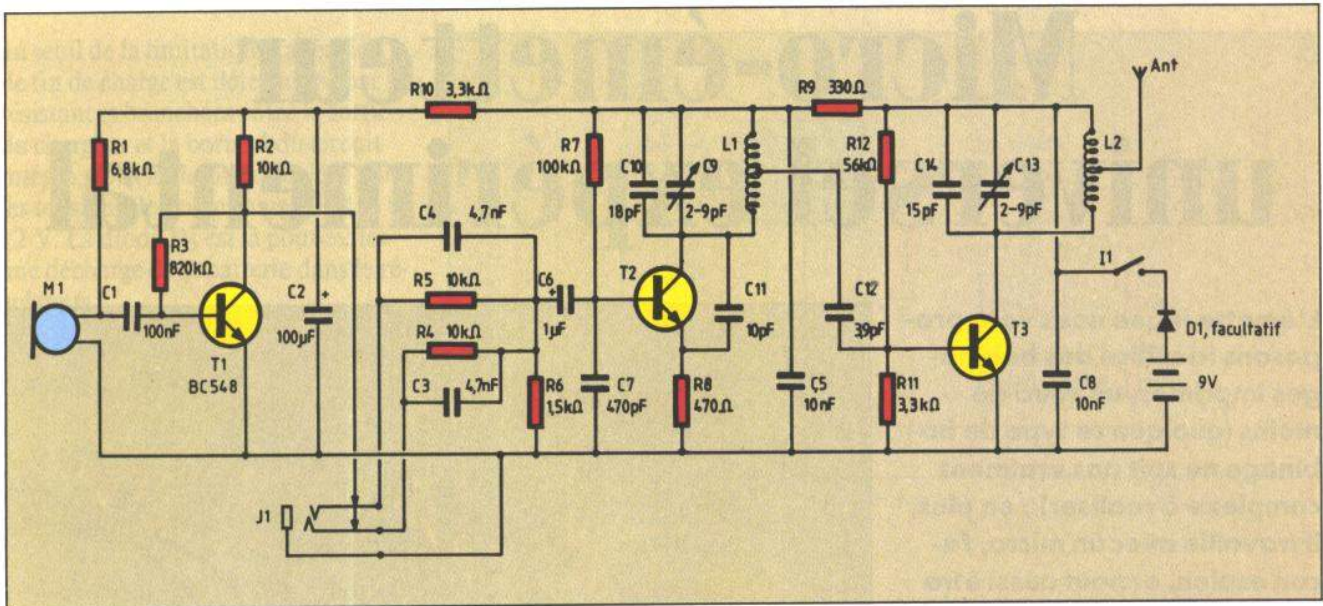

Fig. 1. - Schéma de notre montage.
■ Fig. 1. – Schéma de notre montage.